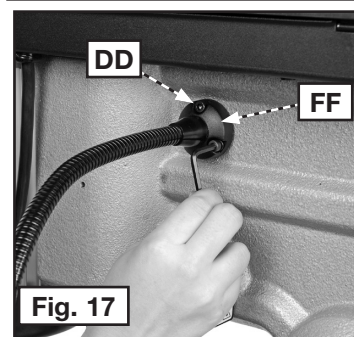

Fig. 17
5. Attachez la lampe de travail DEL (FF), fig. 17, à la poupée fixe à l'aide des trois vis retirées un peu plus tôt. L'une de celles-ci est illustrée en (DD).